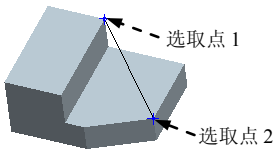

图 8.1.6 点到点的距离
Step7. 测量点到点的距离, 如图 8.1.6 所示。操作方法参见 Step3。